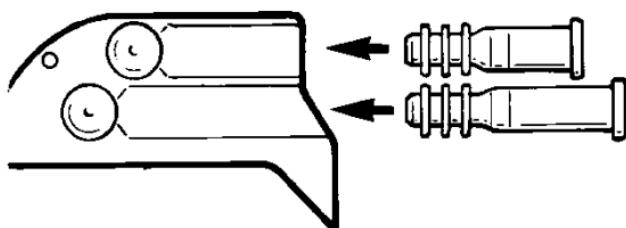

Figura 1. Insira as mangas ajustáveis curta e longa no conector do gerador de impulsos
2. Insira uma manga ajustável curta (transparente) na porta superior do conector do gerador de impulsos. Insira a manga ajustável longa (branca opaca) na porta inferior do conector (ver figura 1). Se necessário, use água estéril como lubrificante de inserção.